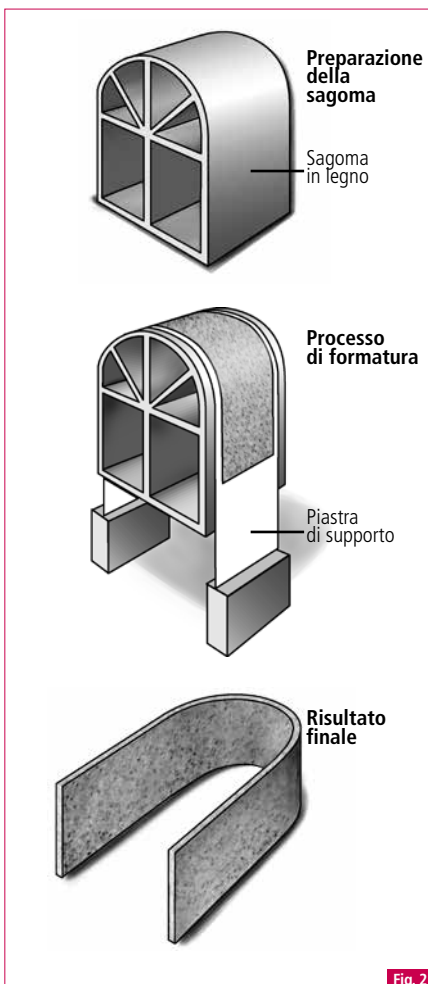

Fig. 2
- 19.6** Dopo aver riscaldato il pezzo alla temperatura richiesta, toglietelo dal forno utilizzando guanti resistenti al calore e mettetelo direttamente in uno stampo. **Fig.2.** Sono necessari uno stampo maschio ed uno femmina. Lasciate adagiare il materiale riscaldato nello stampo.